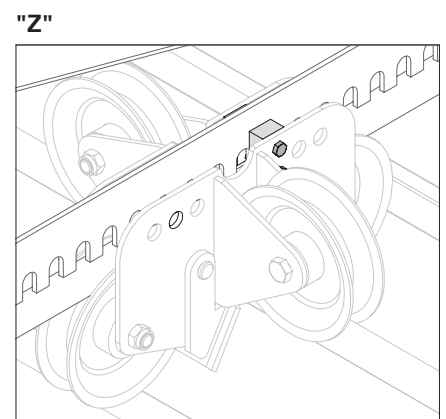

Fig. A9.05c Cuscinetto mobile – non imbullonato al contrasto
- Cuscinetto mobile (Fig. A9.05c)